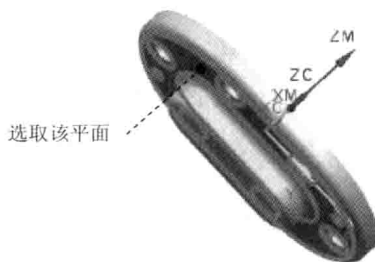

图 1.12 指定底面
Step3. 指定底面。单击“钻孔”对话框 **指定底面** 右侧的  按钮，系统弹出“底面”对话框；在“底面”对话框的 **底面选项** 下拉列表中选择 **面** 选项，选取图 1.12 所示的面；单击“底面”对话框中的 **确定** 按钮，返回“钻孔”对话框。